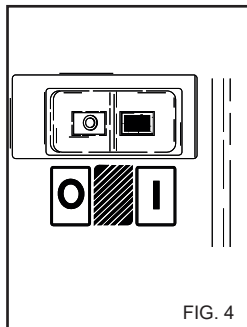

FIG. 4
- 2) Остановите аппарат, повернув выключатель в положение "0" (fig. 4).